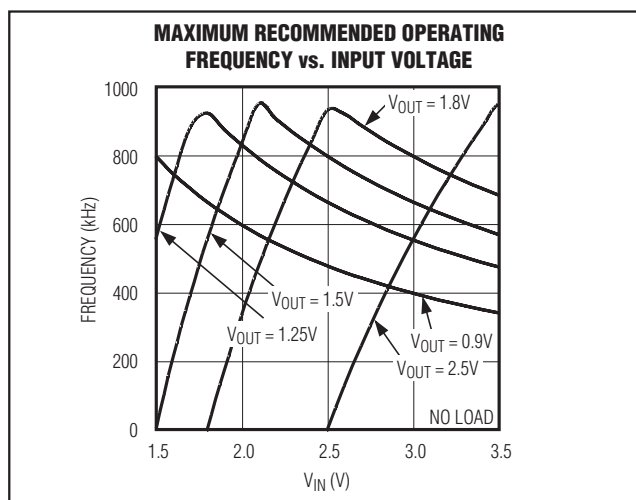

图6. 最大工作频率与输入电压的关系图
- 1) 设定所需的 PWM 模式的开关频率。最大工作频率参见图 6。